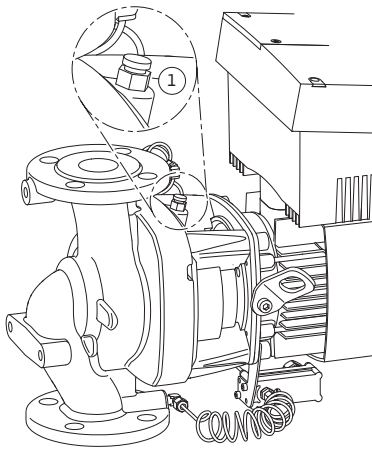

Fig. 45: Válvula de ventilação
- Purgar o ar das bombas, desapertando as válvulas de ventilação (Fig. 45, pos. 1). O funcionamento a seco danifica o empanque mecânico da bomba. O sensor da pressão diferencial não pode ser ventilado (perigo de danificação).